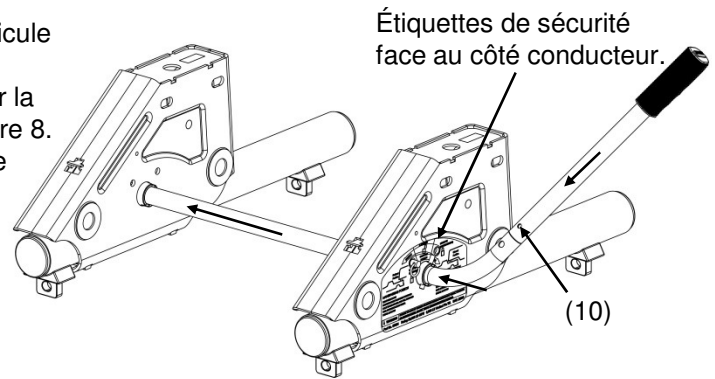

Figure 8
3. Avant de fixer la REESE™ Fifth Wheel Slider dans le lit de la camionnette. Insérer la poignée coudée (3) à travers les conducteurs assemblage latéral (2) (côté conducteur du véhicule tracteur) et ensuite à travers l'assemblage de glissière de passagers latérale (1). Faites glisser la poignée droite (9) sur la poignée coudée (3). Installation de goupille (10). Voir la Figure 8.
**Astuce:** Il peut être plus facile de poser les poignées sur une entreprise la surface d'installer la goupille. Insérez ensuite le gérant dans les conducteurs et passagers assemblées. Lors de l'installation poignée (8), le faire pivoter de sorte que le zones de doigts moulées alignent pour votre usage. soit gauche main ou l'utilisation de la main droite.